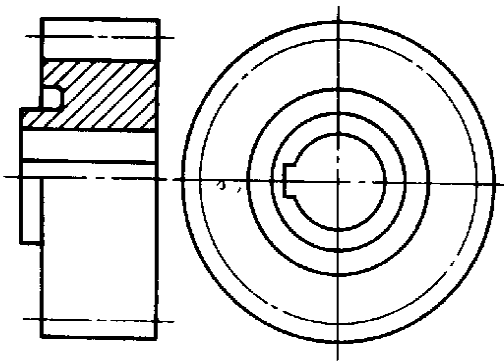

图 1
1.1 轮齿部分一般按图1~7的规定绘制。
1.2 表示齿轮、蜗轮一般用两个视图，或者用一个视图和一个局部视图（图1~3）。
1.3 在剖视图中，当剖切平面通过齿轮的轴线时，轮齿一律按不剖处理（图1、2、3、4、7）。